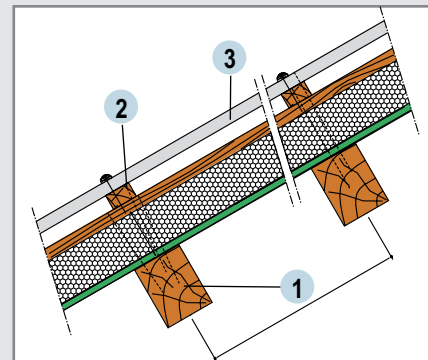

Fig. 7 : Couverture en plaques de fibres-ciment support de tuile canal avec Fibratéc FM Évolution
- **Pose de plaques fibres-ciment support de tuiles Canal** (fig.7)